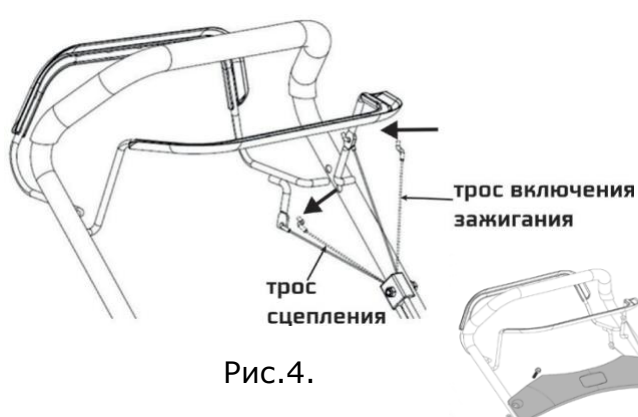

Рис.4.
2. Для монтажа тросика включения привода на колеса аккуратно отодвиньте скобу, вставьте тросик в кронштейн и защелкните его. Рис.4.